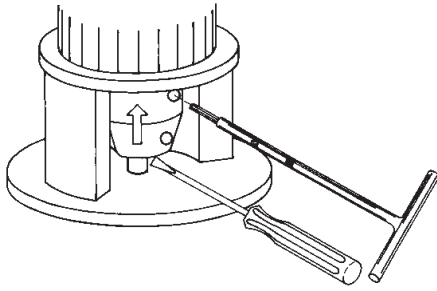

Рис. 14 Затягивание винтов
6. Попарно (с одной и той же стороны) затягивают винты, как показано на рис. 14, с величиной крутящего момента для винта М6 х 20 момент затяжки 13 Н·м (1,3 кг·м), для винта М8 х 25 – 31 Н·м (3,1 кг·м).